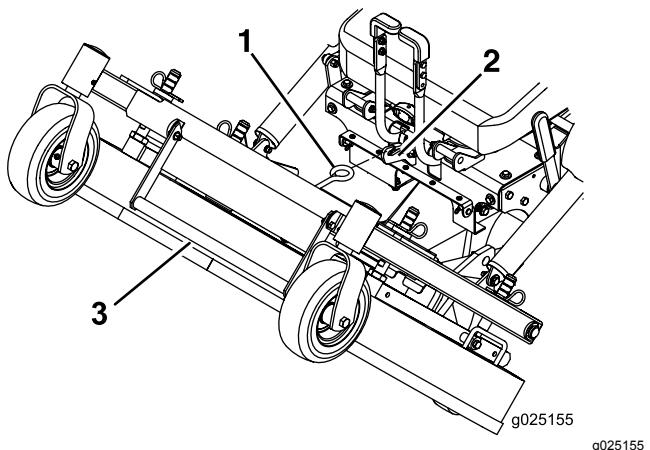

Figura 10
- Mediante el uso de la barra de elevación de la carcasa, levante la carcasa y engáñchela en la posición de Elevada (Figura 10).
- Sujete firmemente la barra de elevación de la carcasa, desenganche el enganche de la carcasa de corte de la máquina y baje la carcasa lentamente al suelo (Figura 10).